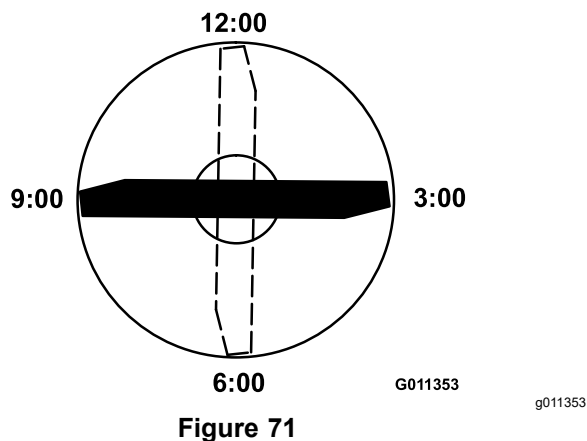

Figure 71
3. Positionnez le tranchant de l'extrémité repérée à la position 12 heures (droit devant dans la direction de la tonte) et mesurez la hauteur de la surface plane au tranchant de la lame (Figure 71).
4. Tournez l'extrémité repérée de la lame aux positions 3 et 9 heures et mesurez les hauteurs respectives (Figure 71).